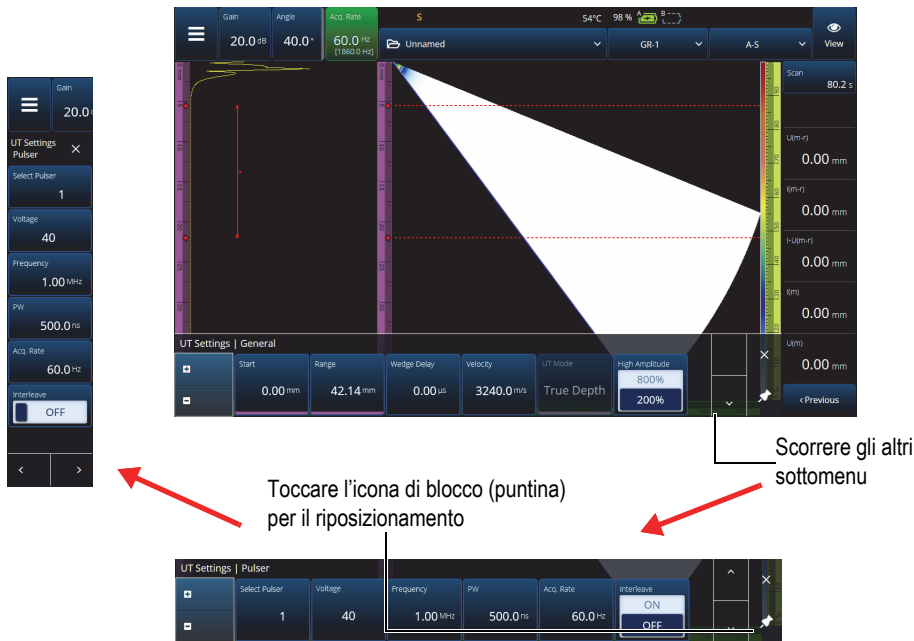

Figura 2-3 Scorrimento e riposizionamento dei sottomenu dei parametri
Il menu appare temporaneamente in orizzontale sull'area della schermata dei dati, con le selezioni dei sottomenu a destra. Se selezionato, il sottomenu dei parametri appare sopra la schermata dei dati. È possibile scorrere i sottomenu attraverso i pulsanti delle frecce (▲ ▼). Il sottomenu può essere nascosto toccando il pulsante di chiusura (X) oppure può essere bloccato (🔒) nella parte laterale della schermata (Figura 2-3 a pagina 32).